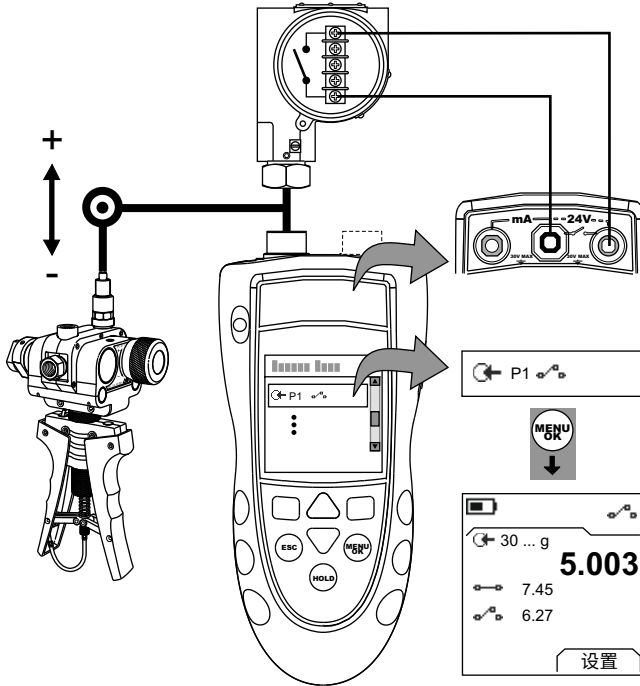

图 4：示例配置 — 开关测试
1. 连接仪表（图 4），如果有必要，调整 Set Up（设定）（表 1）。